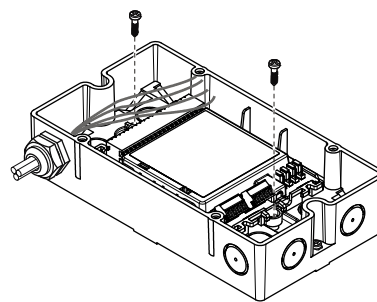

Fig. 6
- In housing FDCH221 (Fig. 6)
5. Use two M3 x 12 screws to fit the multi line separator module in the housing (Fig. 6).
- Im Gehäuse FDCH221 (Fig. 6)
5. Montieren Sie den Mehrfach-Linientrenner mit zwei Schrauben M3 x 12 im Gehäuse (Fig. 6).